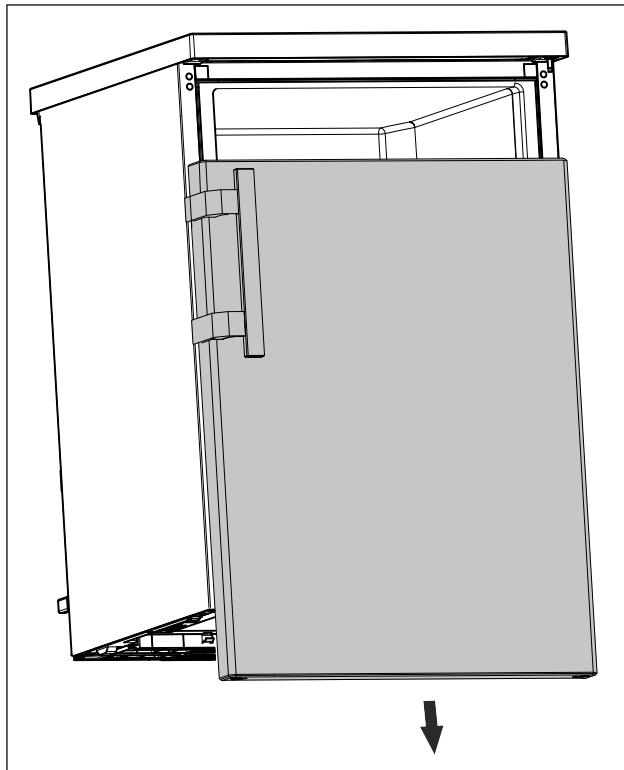

Fig. 12
- Detașați ușa în jos. (vezi Fig. 12)